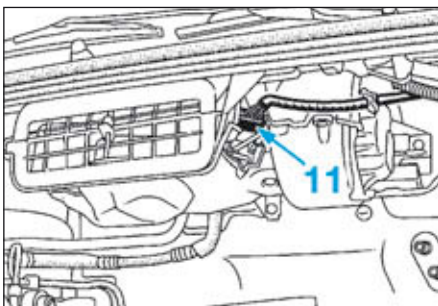

FIG.19
- Débrancher le connecteur (11) du boîtier de commande du groupe motoventilateur habitacle (Fig.19).